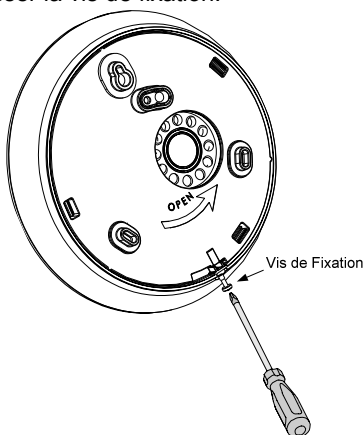

Fig. 1
1. Retirer la vis du support de fixation (Fig. 1).